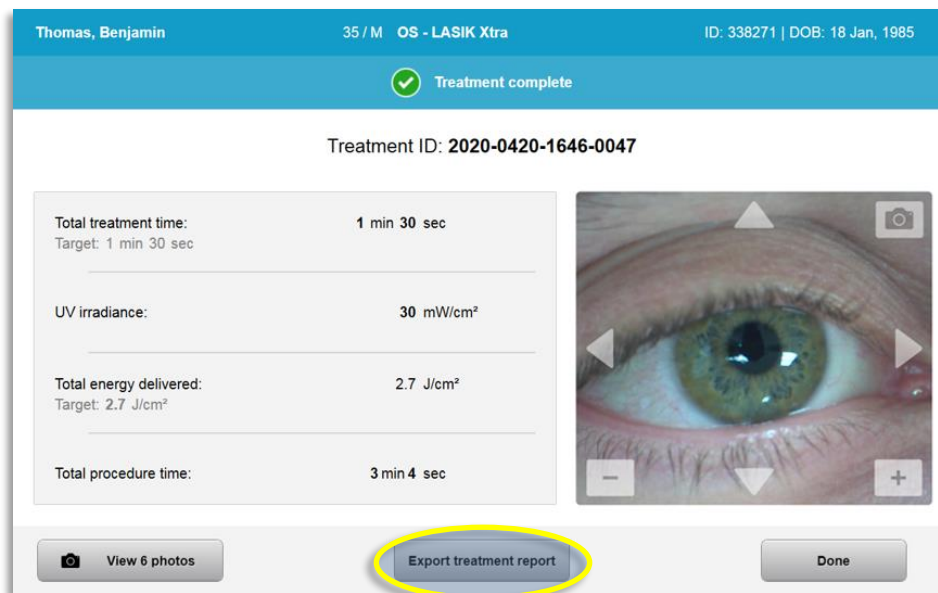

Figura 3-39. Esportazione del rapporto di trattamento
- Selezionare "Export treatment report" (Esporta rapporto di trattamento), come mostrato nella Figura 3-39, per salvare il rapporto su una chiavetta USB.